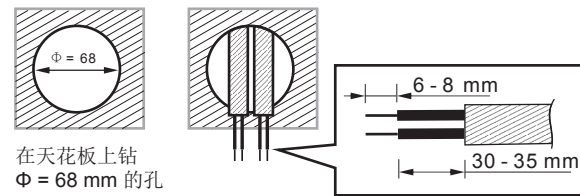

图 10
3.3.2.1 如要安装传感器，请在天花板上钻出直径 68 mm 的孔，并保持电源线在外。请将电缆包皮剥开 6 - 8 mm，用于接线 (见图 10)。